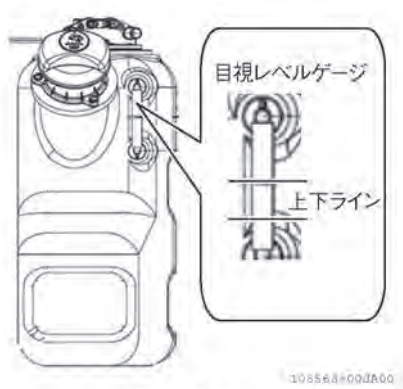

図 4-156
4. 目視レベルゲージを確認しながら、注水口から注意深く尿素水をタンクに注ぎます。(図 4-156)